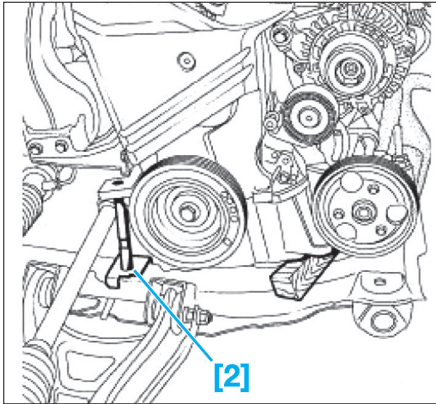

Fig. 88
- [2]. Support moteur sur longeron droit pour interventions sans dépose du moteur (Renault Mot. 1159-03) (Fig.88).
- Mettre en place l'outil [2] entre le berceau et le carter-cylindres (Fig.88).